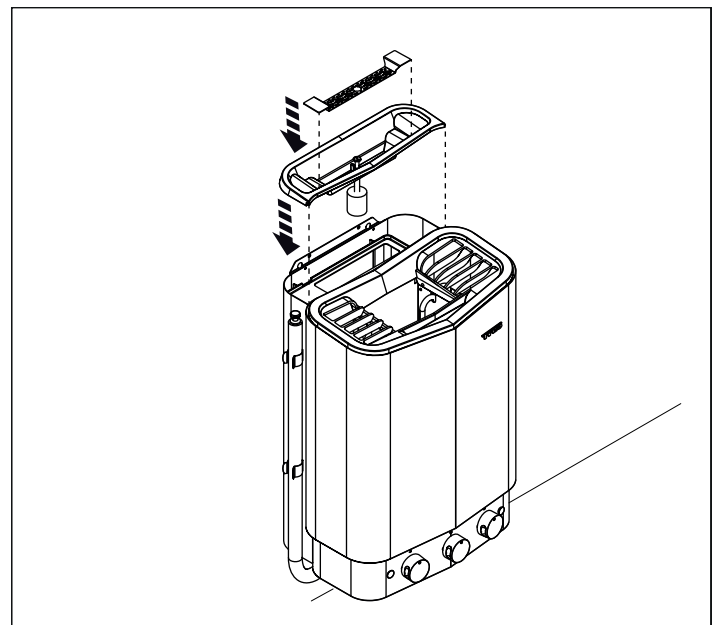

Рис. 14: Установка крышки для резервуара для воды и решетки для трав
12. Установите крышку для резервуара для воды и решетки для трав (см. рис. 14). Не повредите поплавок.